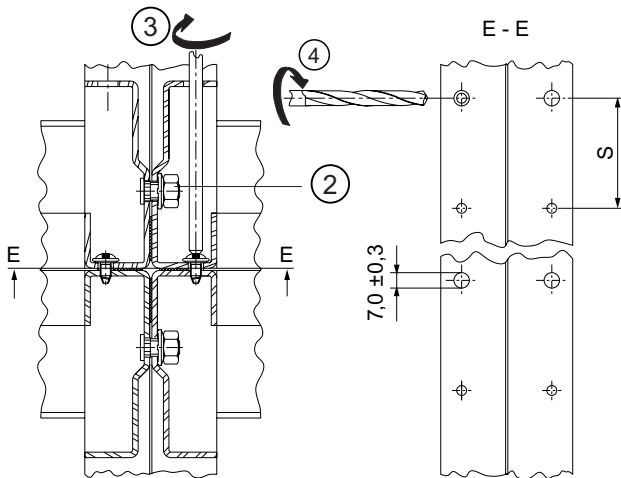

Bild 8b
- 3 Die Gerüstverbindung einer Schrankreihe zeigt Bild 8b. Die dargestellte Dichtung ist für IP54 notwendig.
- 4 Für die Verbindung von Schrankrückten / Schrankrückten gleicher Höhe und Breite in der Rückseite eines Gerüsts 6 bis 10 Löcher von $\varnothing 4,5$ mm auf $\varnothing 7,0 \pm 0,3$ mm bohren (Bild 8b).
- 5 Die Gerüstrückten aneinanderstellen und an den mit Dünnschrauben PM 5x10 miteinander verschrauben, siehe Bild 8b.
- Die Querholme oben und unten durch Einziehbolzen M 8x15, Kontaktscheiben 8 und Muttern M 8 miteinander in den seitlichen Rundlöchern und dem mittleren Loch (ab Schrankbreite 900 mm) verschrauben, siehe Bild 8b.